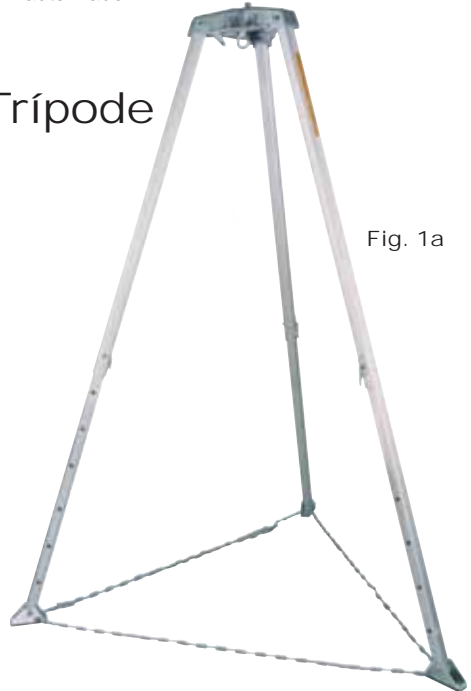

Fig. 1a
3. Extienda las patas del trípode tanto como sea posible y asegúrese de que se enganchen los seguros de las mismas. Ajuste la cadena de seguridad de las patas de manera que quede tensa entre los pies del trípode (ver fig. 1a & 1e).